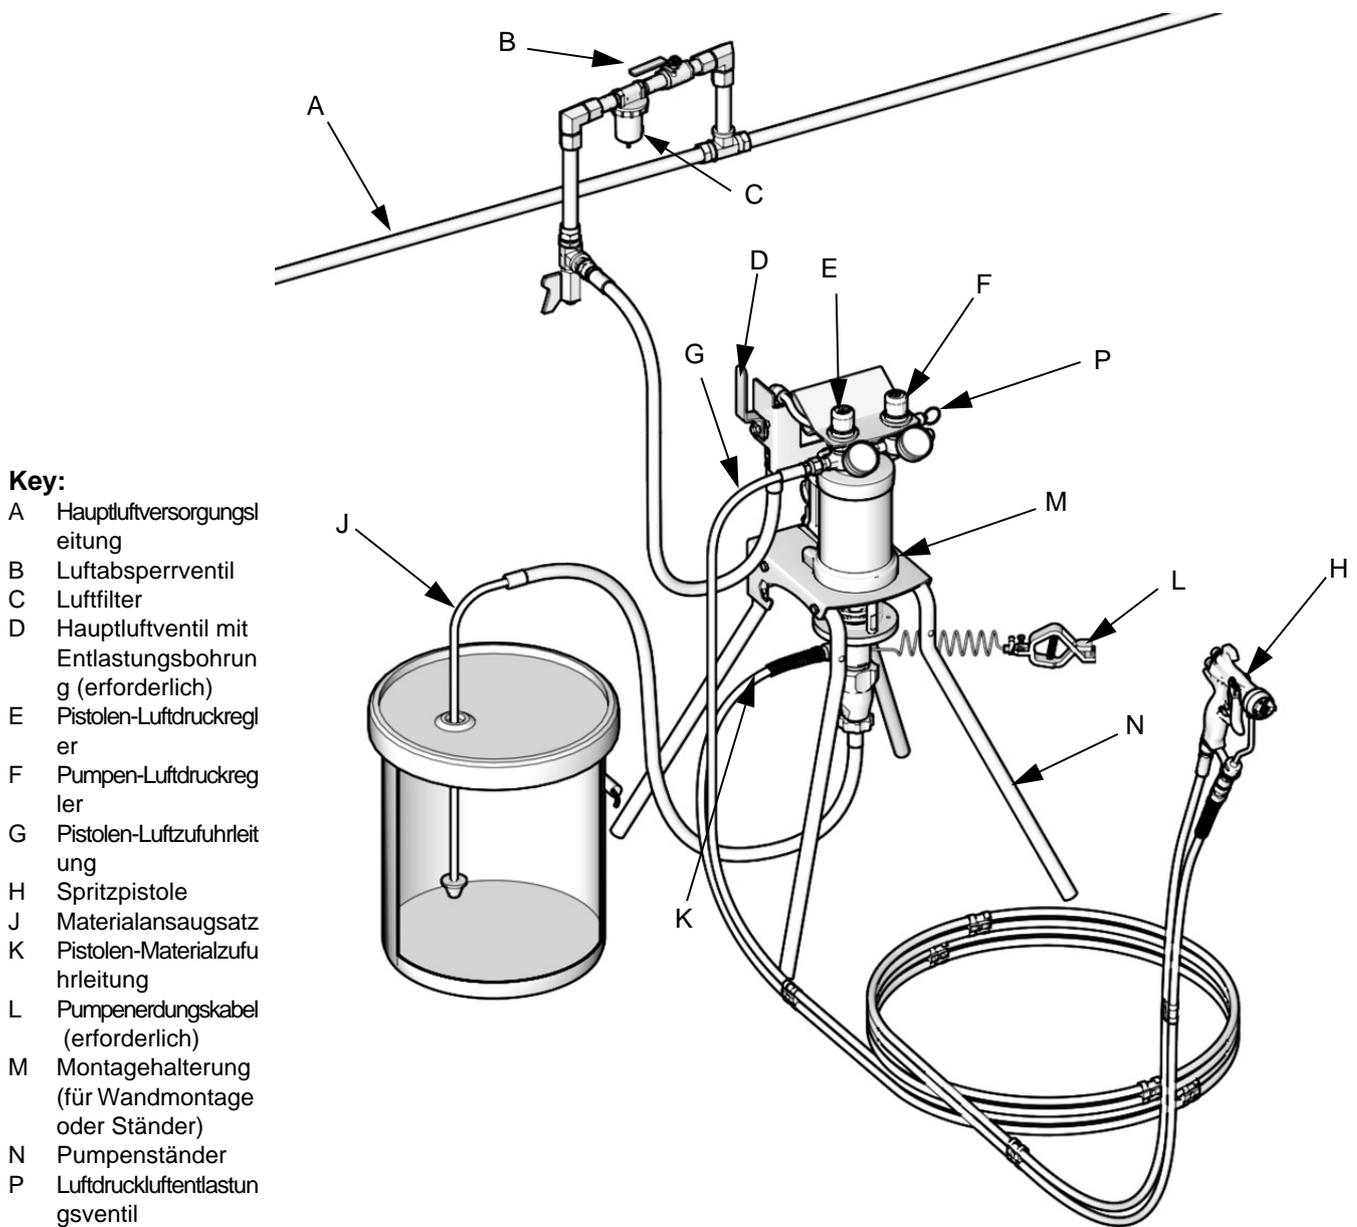

FIG. 2. Typische Installation (luftunterstütztes Komplettgerät für Ständermontage abgebildet)
Siehe FIG. 2 auf Seite 10.
Die nachfolgenden Zubehörteile so installieren, wie dies in FIG. 2 gezeigt wird. Falls nötig, Adapter verwenden.
1. Siehe FIG. 2. Ein Ende des Materialschlauchs (K) mit dem Auslass der Pumpe (oder mit dem Auslass des Inline-Materialfilters) verbinden.
2. Das andere Ende des Materialschlauchs mit dem Materialeinlass der Pistole an deren Sockel (H) verbinden.
3. Ein Ende des Luftschlauchs (G) mit dem Regler (E) der Spritzpistole verbinden.
4. Das andere Ende des Luftschlauchs mit dem Lufteinlass am Sockel der Pistole (H) verbinden.
6. Den Ansaugsatz (J) mit dem Pumpeneinlass verbinden.
2. Siehe FIG. 2. Das Hauptluftventil mit Entlastungsbohrung (D) schließen.
2. Siehe FIG. 2. Den Luftregler der Pistole (E) und der Pumpe (F) durch Drehen gegen den Uhrzeigersinn schließen, sodass der Druck auf Null verringert wird. Das Luftventil mit Entlastungsbohrung (D) schließen.